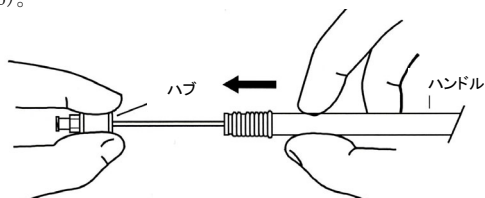

図 5
- ④ ハブを保持したまま、ハンドルをハブ側に引き、ステントを展開する(図 5、6)。